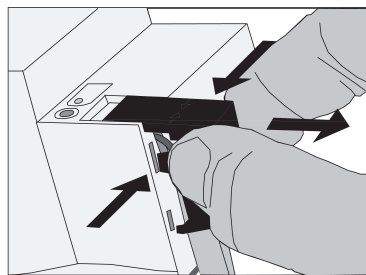

Bild 9: Ta av locket
- Tryck på skyddslockets sida och dra av det (Bild 9).